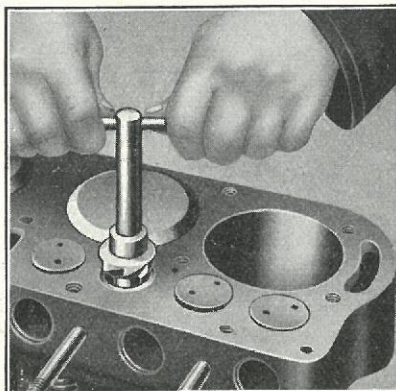

Fig. 146
- 221** Hvis Ventilsæderne i Cylinderblokken er ridsede, fjernes Ridserne med en Ventilsædefræser, der indsættes i Ventilsædet som vist i Fig. 146. Er Ventilforingen i Forvejen udfræset, anvendes en Ventilfræser med Overstørrelsesstyr. Ventilerne slibes da som beskrevet i Par. 369, og alt Slibepulver fjernes omhyggeligt.